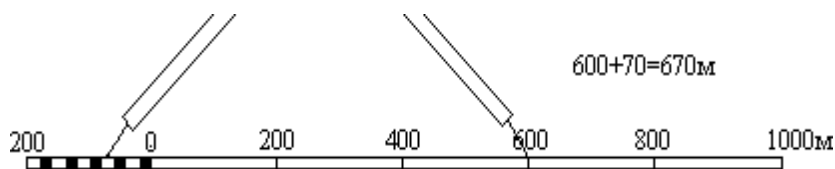

Рис..1
- параллельно основной прямой проводят еще одну прямую и между ними прочерчивают короткие штрихи (рис.1).